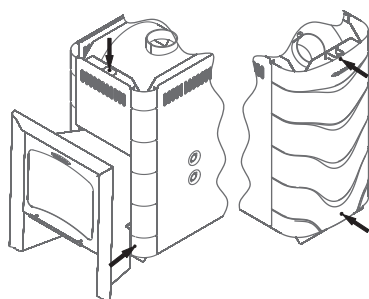

Рисунок 9. Винты для демонтажа конвектора печи «Ангара 2012 Витра»
2. Снять кожух-конвектор, открутив 5 саморезов (рисунок 9)